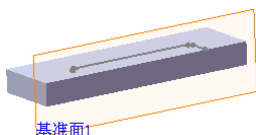

图 13.2.6 基准面 1
Step4. 创建图 13.2.6 所示的基准面 1。
(1) 选择下拉菜单 **插入(I)** → **参考几何体(G)** → **基准面(P)...** 命令，系统弹出